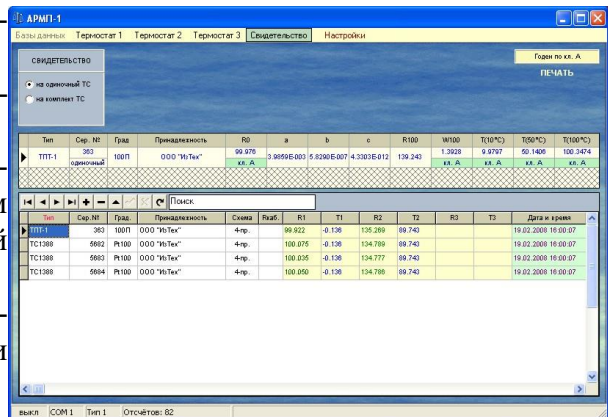

Рис. 4
2.4.1 Нажать на надпись «Свидетельство». Появится картинка аналогичная Рис. 4.
2.4.3 Если выбран одиночный ТС, то необходимо найти в базе данных необходимый ТС. Затем двойным нажатием мышки по соответствующей строке запустить обработку данных. Рис. 4.